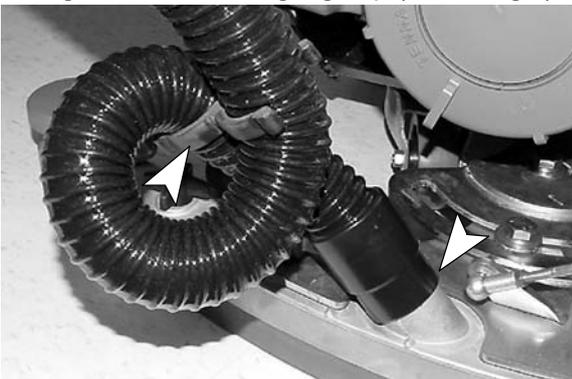

ABB. 5
4. Schließen Sie den Saugschlauch an die Wischgummi-Einheit an. Führen Sie den Schlauch, wie angegeben, und verwenden Sie den mitgelieferten Befestigungsclip (Abbildung 5).